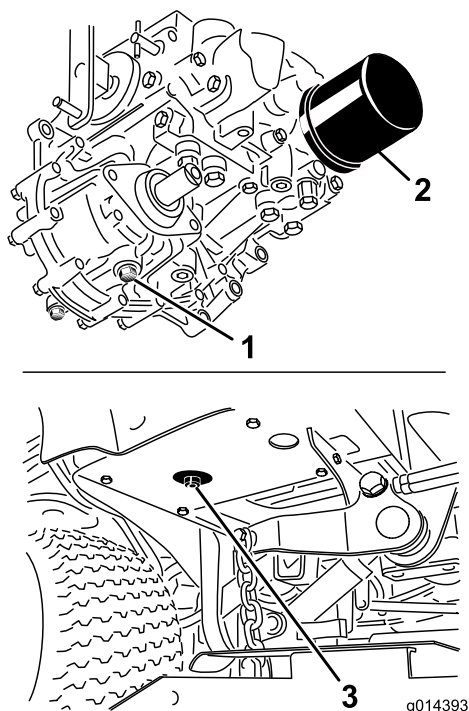

Figure 49
3. Placez un grand bac de vidange sous le réservoir hydraulique et le carter de transmission et enlevez les bouchons pour vidanger tout le liquide hydraulique (Figure 49).
4. Nettoyez la surface autour du filtre à liquide hydraulique et enlevez le filtre (Figure 49).